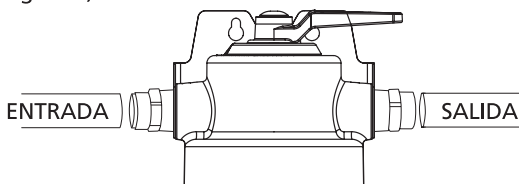

FIGURA 4
- 7** Inserte la tubería en el conector del cabezal del filtro. Asegúrese de que la tubería esté firmemente asentada en el tope de detención. Conecte la tubería desde el suministro de agua al puerto "IN" (Entrada). (Consulte la Figura 4)